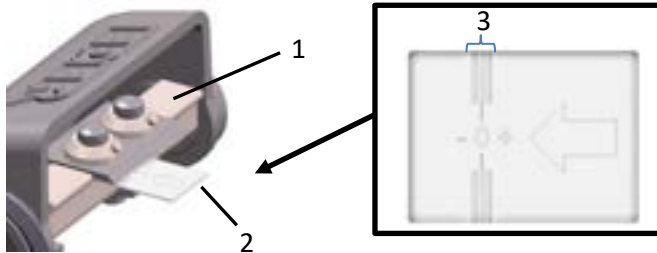

Fig. 9 : Réglage des couteaux
- > Poussez la jauge de réglage (2 – Fig. 9) sous le couteau dans le sens de la flèche jusqu'au cylindre d'écorçage (1 – Fig. 9).
Attention : Le tranchant du couteau doit se trouver dans la zone marquée (3 – Fig. 9).